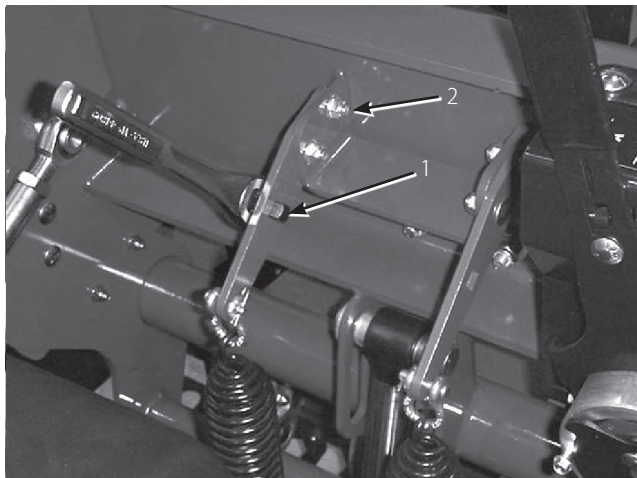

図 38
2. スプリング・プレート (図38) の四角い穴に 1/2" のラチェットまたはボールを差し込む。